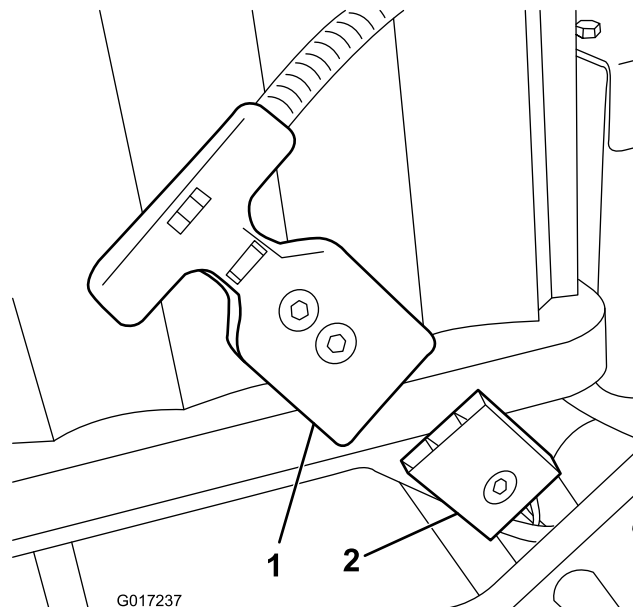

図 14
6. e-フレックスの T-字ハンドルをバッテリーパックのコネクタに接続する図 14。